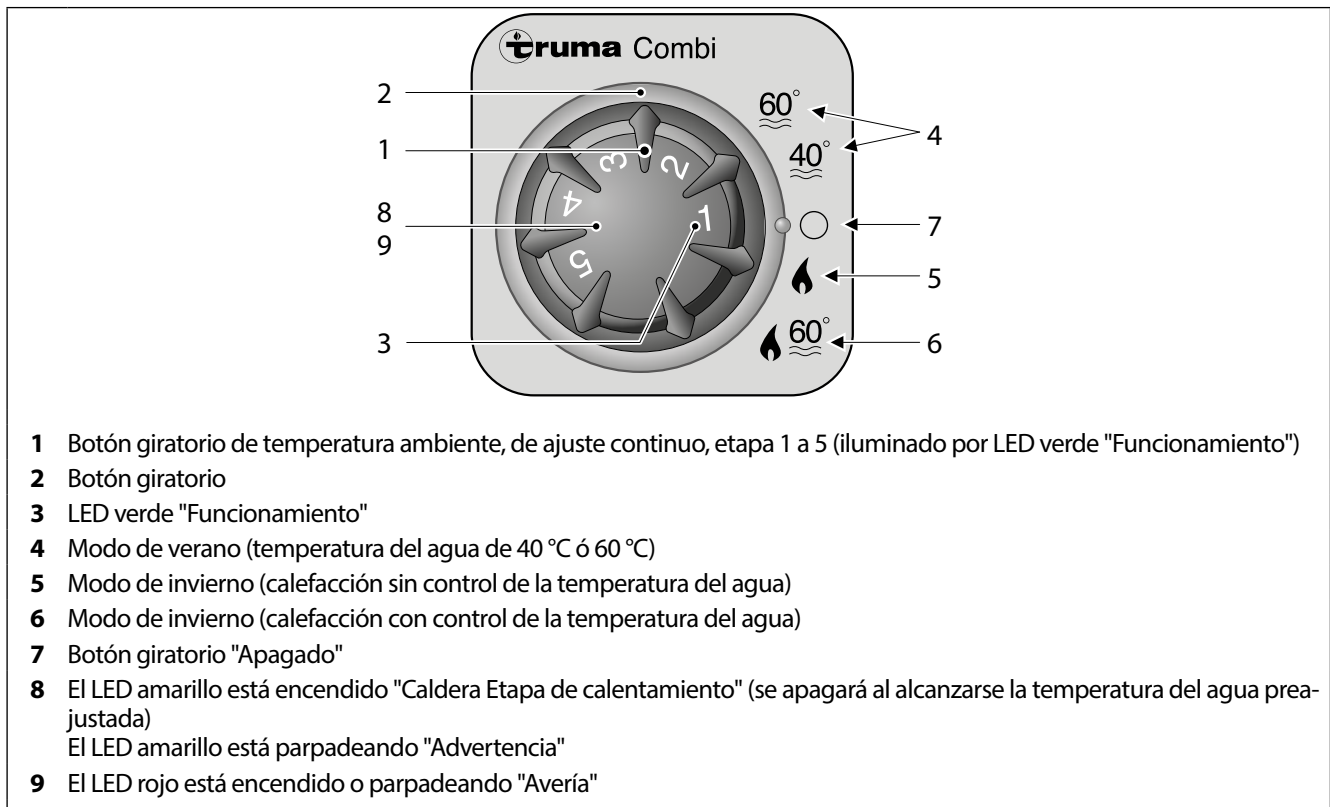

Fig. 58 Unidad de mando CP classic
Al estar uno de los modos de operación activado, estará encendido el LED verde atrás del botón giratorio (Fig. 58, pos. 1).
1. Girar el botón giratorio (Fig. 58, pos. 2) a la temperatura del agua deseada, 40 °C ó 60 °C (Fig. 58, pos. 4).
Cuando se haya alcanzado la temperatura deseada, se apagará el quemador y se apagará el LED amarillo (Fig. 58, pos. 8).
1. Girar la botón giratorio (Fig. 58, pos. 2) a la posición 6.
2. Girar el botón giratorio (Fig. 58, pos. 1) a la posición de termostato deseada, 1 a 5, para la temperatura ambiente.
El LED verde (Fig. 58, pos. 3) estará encendido e indicará la posición de la temperatura ambiente ajustada.
Después de haber alcanzado la temperatura ambiente ajustada, el quemador conmutará al nivel más bajo y el agua en la caldera será calentada a una temperatura de 60 °C. El LED amarillo (Fig. 58, pos. 8) indicará la etapa de calentamiento y se apagará al alcanzarse la temperatura del agua.
1. Girar la botón giratorio (Fig. 58, pos. 2) a la posición 5.
Al estar la caldera llena, el agua se calentará también automáticamente. El LED amarillo (Fig. 58, pos. 8) únicamente estará encendido en caso de temperaturas del agua abajo de 5 °C.
1. Girar la botón giratorio (Fig. 58, pos. 2) a la posición \bigcirc .